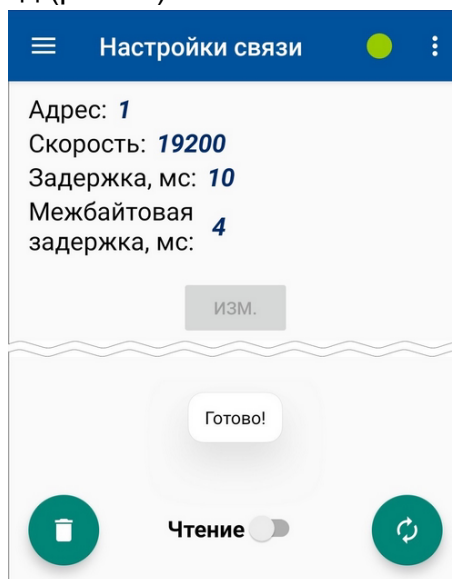

Рис.30. Вид дочернего окна приложения «Лайт М NFC».
- 4.2.2.2. Дочернее окно приложения открывается после нажатия в интерактивном списке на строку с соответствующим наименованием и может иметь следующий вид (рис.30):